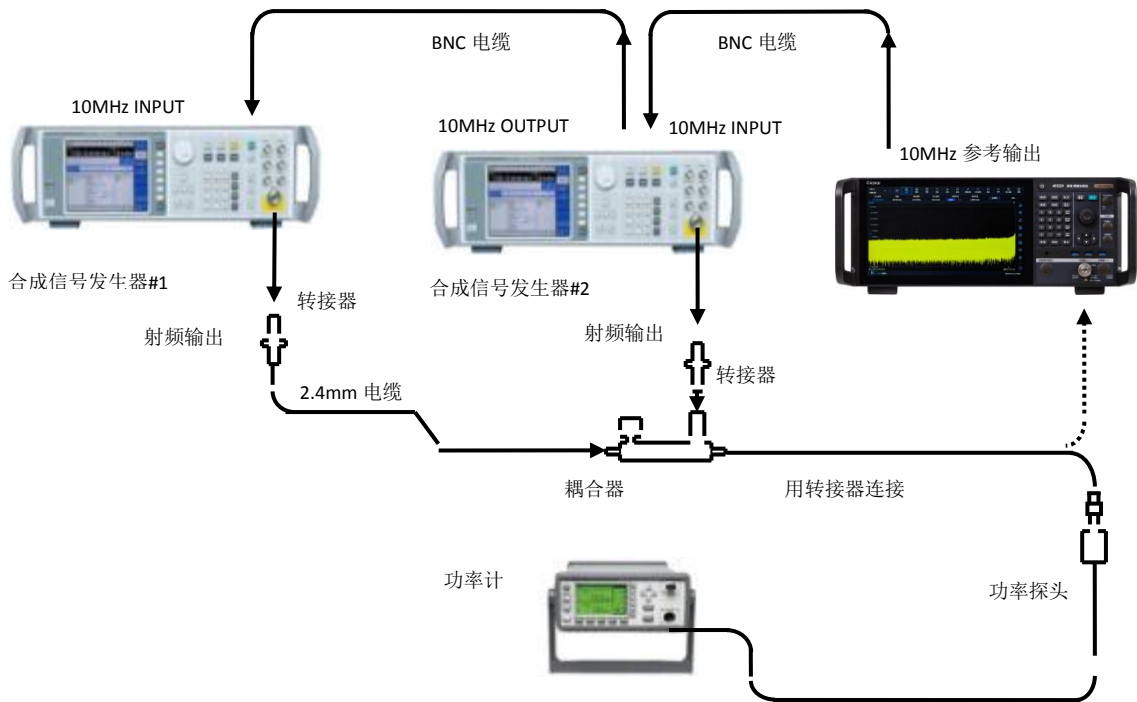

图7.12 1dB增益压缩测试示意图
- 10) 如图 7.12 实线所示连接仪器。设置 4052 中心频率 100MHz, 1#合成信号发
- 13) 如图 7.12 实线所示连接仪器。设置 4052 中心频率 2GHz, 1#合成信号发生器频率为 2.003GHz 和 2#合成信号发生器频率为 2GHz;
- 16) 如图 7.12 实线所示连接仪器。设置 4052 中心频率 5GHz, 1#合成信号发生器频率为 5.003GHz 和 2#合成信号发生器频率为 5GHz;
- 20) 如图 7.12 实线所示连接仪器。设置 4052 中心频率 10GHz, 1#合成信号发生器频率为 15.003GHz 和 2#合成信号发生器频率为 10GHz;